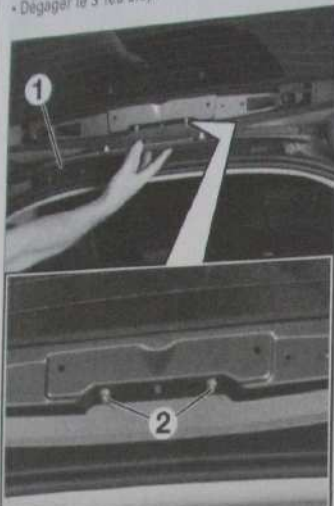

Fig. 149
- Dégager la garniture (1) (Fig. 149).
- Déposer les écrous (2).